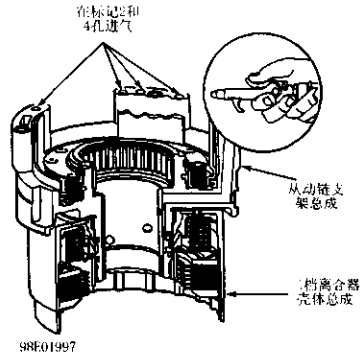

图 2-90 检查二档和四档离合器的工作
① 将压力为 20lb/in2 (138kPa) 的压缩空气接到标记 2 和 4 的孔上，并听二档和四档离合器作用（图 2-90）。保持压力 5s。如果离合器不能接合和保持，则解体从动链轮支架部件。